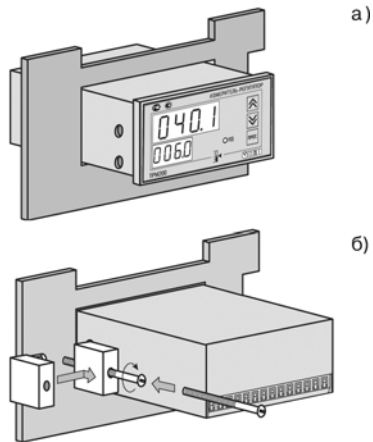

Рис. 8
1. Вставить прибор в специально подготовленное отверстие на лицевой панели щита (см. *прил. А* и **рис. 8, а**).
2. Вставить фиксаторы из комплекта поставки в отверстия на боковых стенках прибора (**рис. 8, б**).